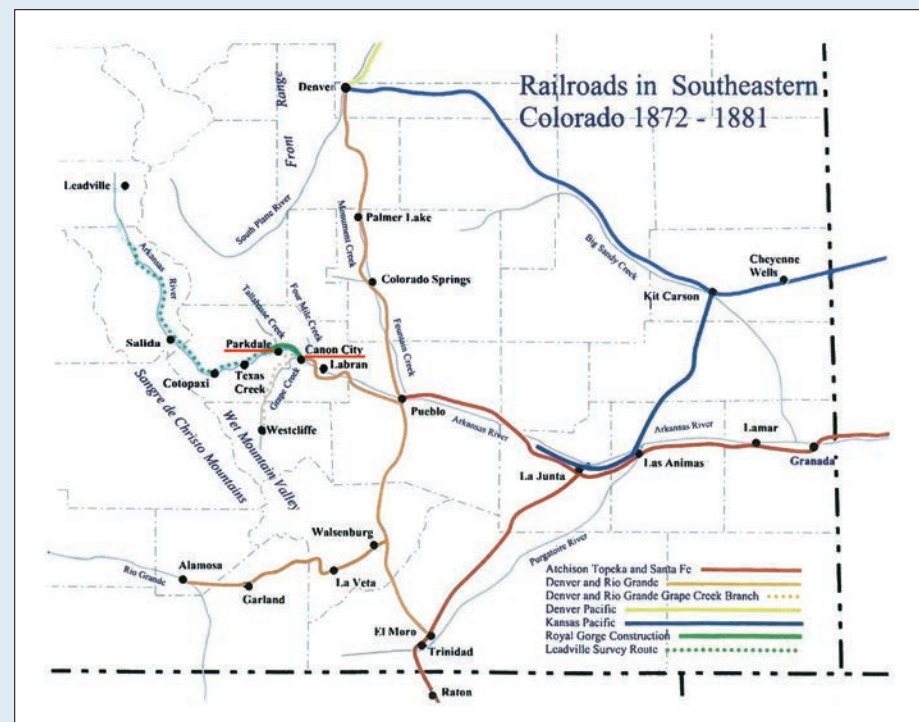

図1 1872-1881年のコロラド州南東部の鉄道路線
- 図1、2、3、写真3 Rails Thru The Gorge